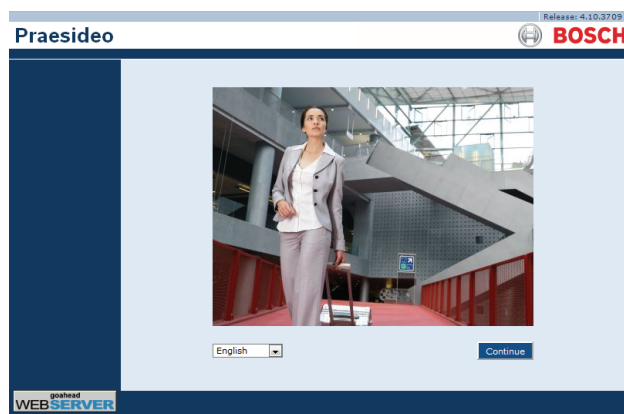

figura 41.1: Página inicial de la interfaz Web del sistema Praesideo
- 2 Ponga la dirección IP del controlador de red en la barra de dirección. Se mostrará una pantalla similar a la indicada en figura 41.1.
Después de hacer clic en el botón *OK* aparecerá una pantalla similar a la mostrada en figura 41.1. La conexión a la versión fuera de línea de la interfaz Web es similar a la conexión a la interfaz Web “real”.